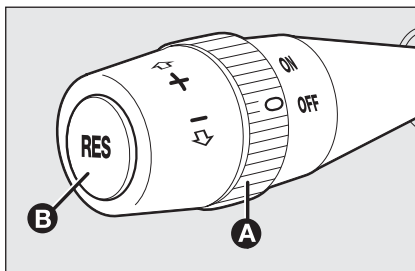

fig. 78
Gire el casquillo **A**-fig. 78 a la posición **ON**.
- ☐ gire el casquillo **A**-fig. 78 a la posición **ON** y pise el acelerador hasta llegar a la velocidad deseada;
- ☐ presione el pulsador **RES** **B**-fig. 78.
Gire el casquillo **A-fig. 78** a la posición **OFF** o la llave de contacto a **STOP**. Además, el dispositivo se desactiva automáticamente en uno de los siguientes casos: